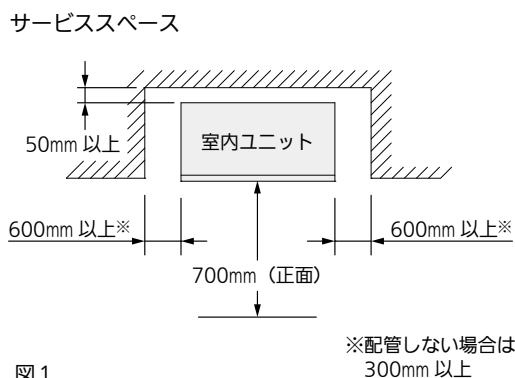

図1
- サービス時の作業用スペースを考慮してください。（図1）
- 3-5. 室内ユニットと障害物および背面までの距離は図1に従ってください。